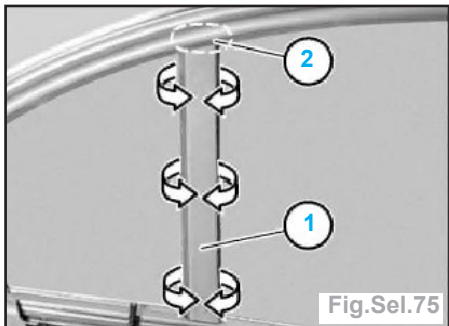

Fig.Sel.75
- Dégager le bandeau (1) sur la vitre de porte fixe.
Nota : ne pas arracher le bandeau (1) dans la zone (2) (fig.Sel.75).